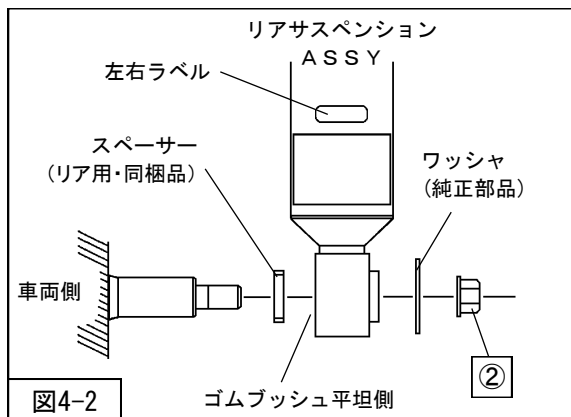
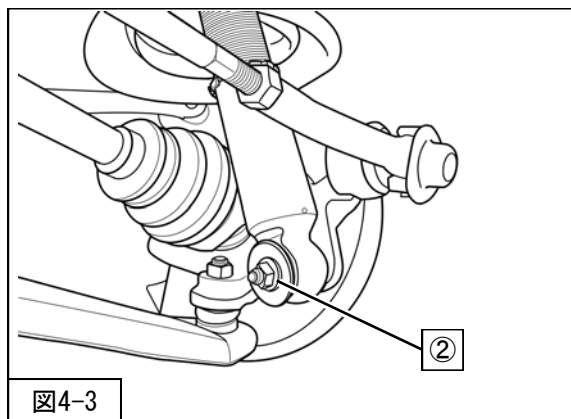

図4-2
図4-3
※取付けの際、リアサスペンションASSY本体に貼付けてあるラベルで右・左を確認して車両に取付けてください。(図4-2)
- 2. リアサスペンションASSYロア取付け部の車両側のシャフトにスペーサー (リア用・同梱品) を取付けてください。(図4-2)
②リアサスペンションASSYロア取付ナット
を取付けてください。(図4-2・図4-3)